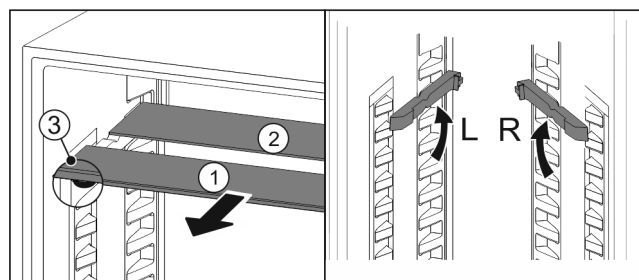

Fig. 125
- ▶ Glasplatten einzeln nach vorne herausziehen Fig. 125 (1).
- ▶ Glasplatte Fig. 125 (1) mit Zierleiste liegt vorne.
- ▶ Stoppes Fig. 125 (3) zeigen nach unten.